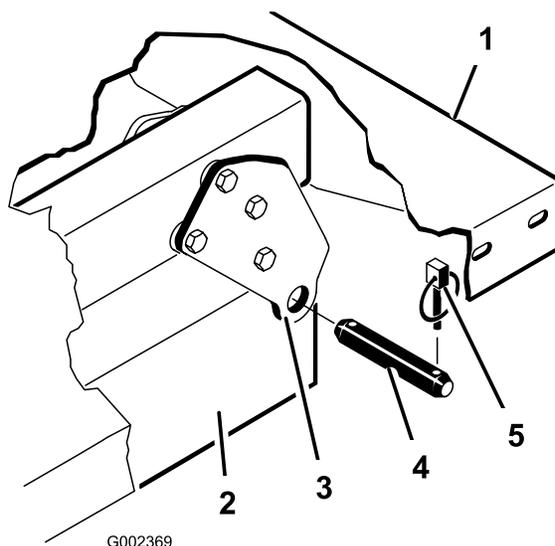

Рисунок 33
**Примечание:** Убедитесь в том, что задние шарнирные плиты прикреплены болтами к раме/швеллеру кузова таким образом, что нижний конец расположен под углом к задней части (Рисунок 33).